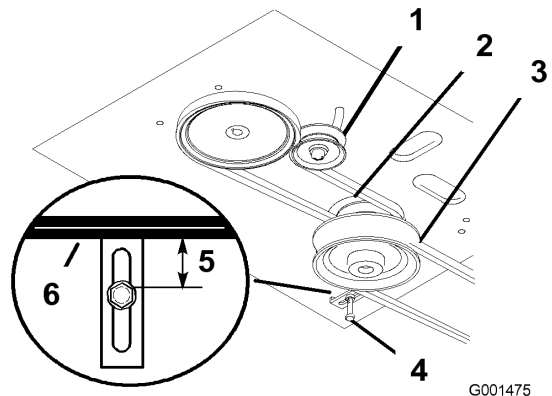

Figura 37
4. Retire la correa del cortacésped; consulte Sustitución de la correa del cortacésped (Figura 37).
5. Afloje el perno de pivote lo suficiente para poder desplazar la polea tensora dentro de la ranura, y retire la correa de tracción de las poleas del motor y de la transmisión (Figura 37).
6. Instale la correa nueva alrededor de las poleas del motor y de la transmisión (Figura 37).
7. Desplace la polea tensora respecto al bastidor del motor para tensar la correa de tracción (Figura 37).
8. Instale la correa del cortacésped (Figura 37).
9. Compruebe que la guía de la correa, situada debajo del bastidor del motor, está ajustada correctamente (Figura 37).